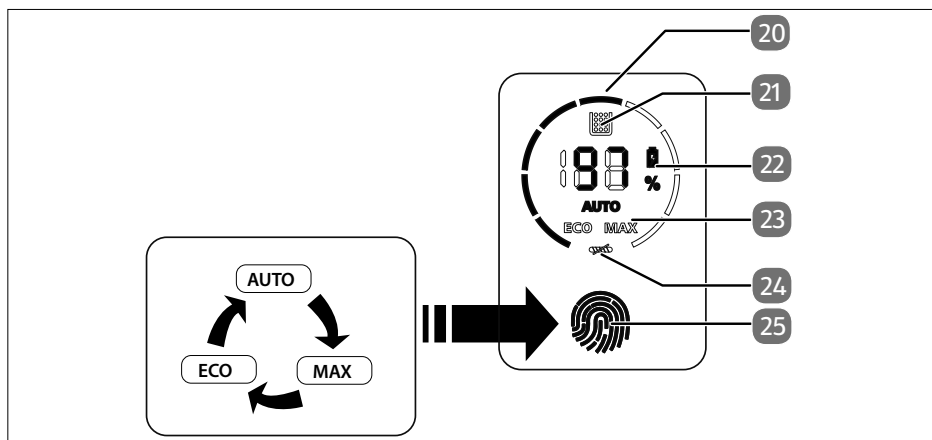

Fig. 2 – Elementos de control
2. Encienda la aspiradora manteniendo pulsado el interruptor de encendido/apagado (21). Bloquee el interruptor de encendido/apagado pulsando la tecla de bloqueo (22).
4. Toque el panel de mando (20) para ajustar el modo de funcionamiento **Auto**, **Max** o **Eco**(véase Fig. 2).